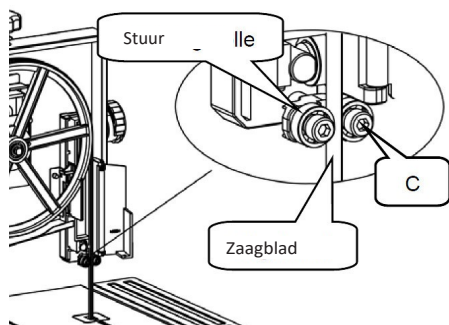

Fig. 26 : De zaagbladgeleider afstellen
4. Draai de inbusbout (C, Afbeelding 26) los en stel de aanslaglager af op een afstand van 0,5 mm van het blad. Draai vervolgens de inbusbout (C, Afbeelding 26) weer vast.